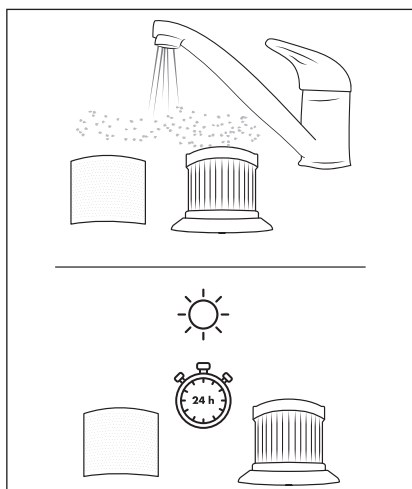

Fig. 13
- 4) Lave o filtro EPA **5** e o filtro de aço inoxidável **6** com água fria ou morna. Deixe o filtro EPA **5** e o filtro de aço inoxidável **6** secar ao ar, antes de os voltar a colocar no reservatório de pó **2** (ver fig. 13).